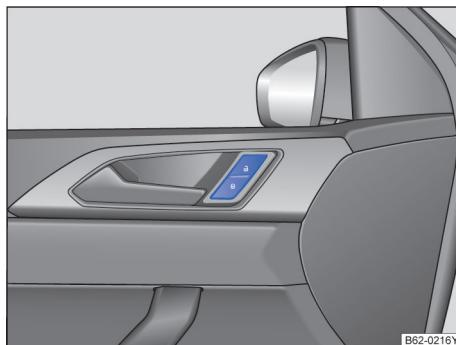

图 45 驾驶员侧车门内：中央门锁按钮。
行驶车速超过 15km/h 时汽车自动闭锁→第 26 页。闭锁汽车后中央门锁按钮里的指示灯  以黄色点亮→图 45。
如短时间内反复按压汽车钥匙上的按钮→图 44 或中央门锁某个按钮→图 45，则中央门锁系统将暂时关闭，防止系统过载。然后汽车处于解锁状态约 30 秒钟。在此期间，若未打开车门或行李厢盖，随后汽车将自动闭锁。
按压按钮 → 图 45:
- 按压  按钮 → 图 45